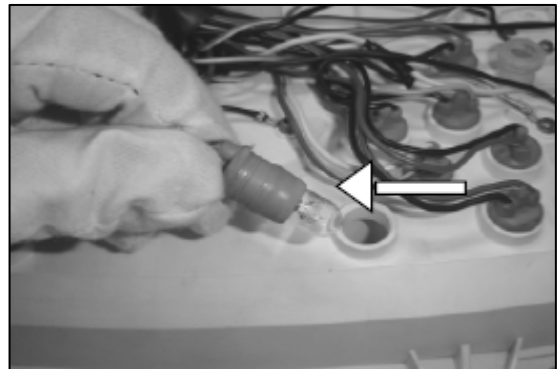

Fig. 154
4. Quite los porta focos en particular el que hace falta reemplazar. (Fig. 154)